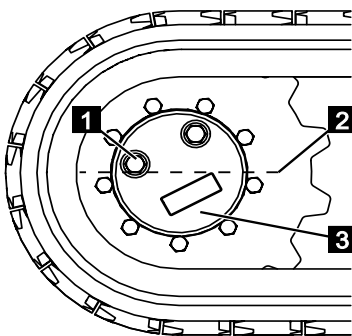

Fig. 174
2. Aligner la machine (↪ Chapitre 7.6 „Déplacement de la machine”, page 77) de façon à ce que le bord inférieur du raccord vissé (Fig.174/1) soit sur l'axe central (Fig.174/2) de l'engrenage (Fig.174/3).